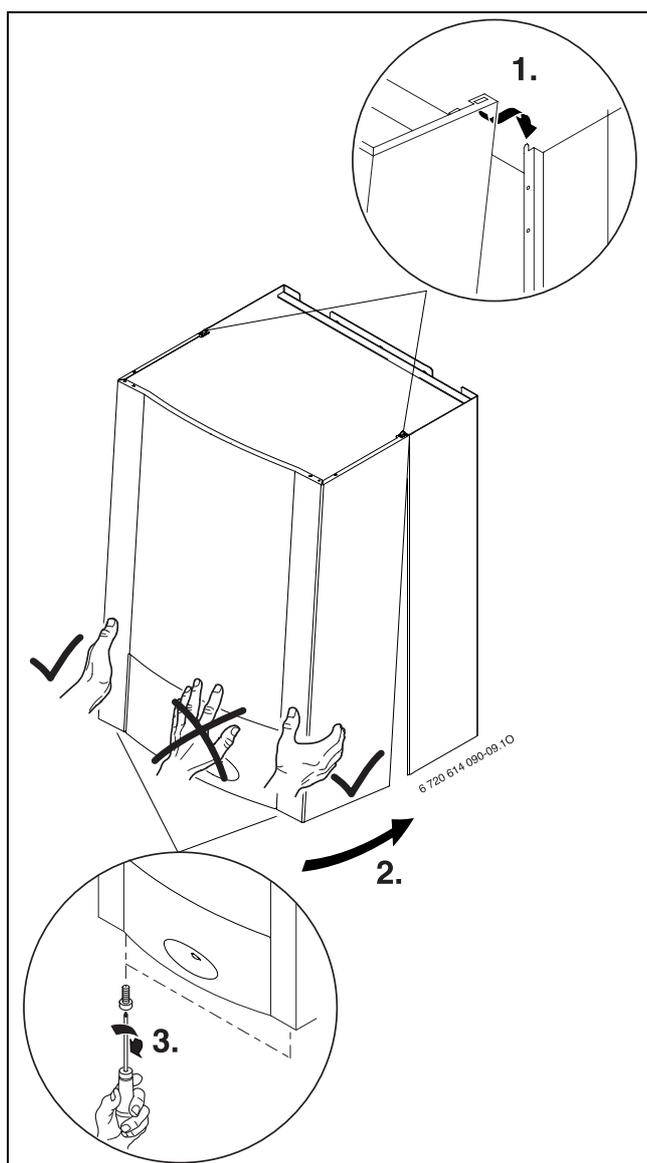

Fig. 17
- ▶ Accrocher l'habillage en haut, faire glisser les languettes dans les ouvertures des montants et fixer l'habillage à l'aide des 2 vis livrées afin d'éviter une ouverture par des personnes non habilitées (→ suivre les étapes de la figure 17).